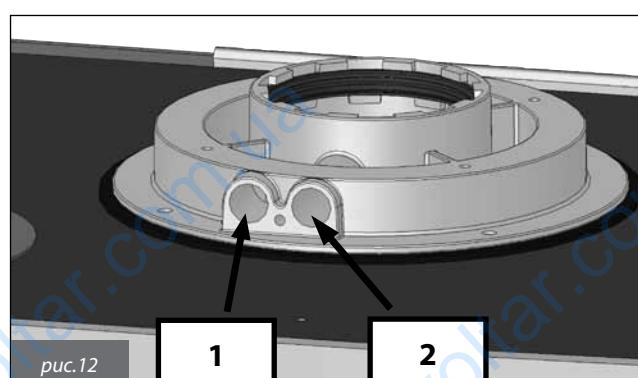

рис.12
В патрубке размещены два пробоотборника для забора проб воздуха горения и дымовых газов (рис. 12).
- замер температуры воздуха горения, с помощью пробоотборника 1 (рис. 12);
- замер температуры и содержания₂ в дымовых газах, с помощью пробоотборника 2 (рис. 12).